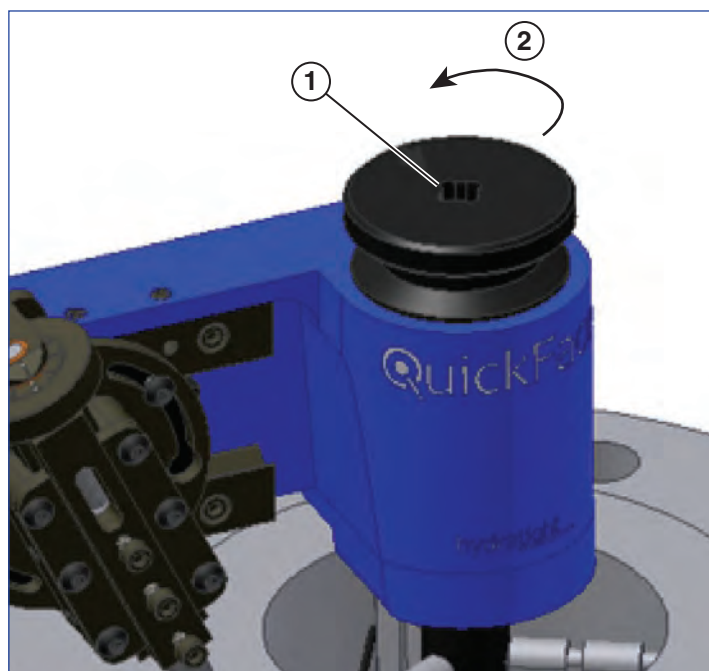

図 15
11. 目的の結果が面に得られれば、固定ノブを反時計方向に回して製品本体を外します。（図15参照）面を再切削する必要がある場合は、4～10の手順を繰り返して完了してください。